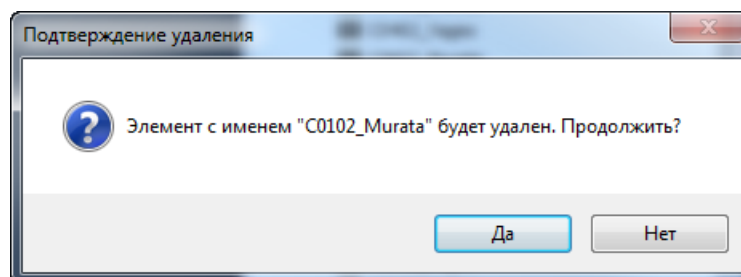

Рис. 86 Подтверждение удаления
2. В окне «Подтверждение удаления» нажмите «Да» для подтверждения удаления УГО, либо «Нет» для отмены действия, Рис. 86.